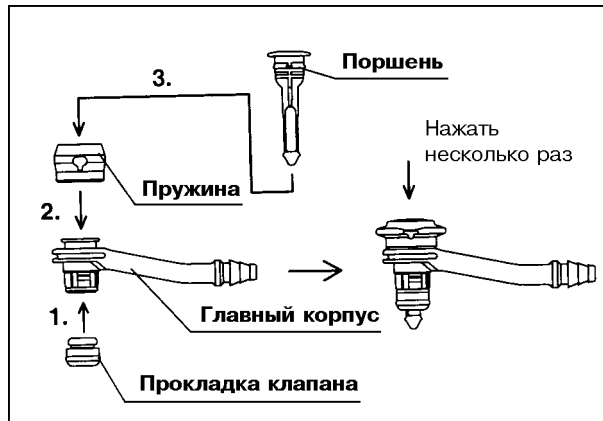

Рис. 7.13.
1. Вставьте прокладку клапана в просвет главного корпуса (см. рис. 7.13).
2. Присоедините пружину к главному корпусу. (см. рис. 7.13).
3. Вставьте поршень в просветы предыдущих элементов, как изображено на рис. 7.13, и нажмите на него несколько раз.